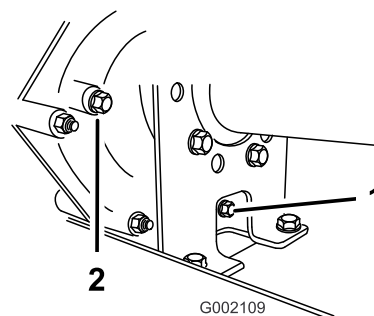
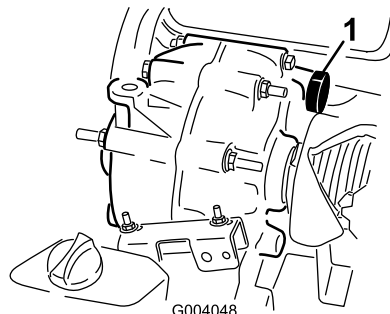

図 57
図 58
2. 補給口および排出口の周囲をウェスできれいにふき取る 図 57。
4. 補給プラグを左に回して抜きとる 図 57。
5. ドレンプラグを左に回して抜きとる 図 57。
6. ガスケットとドレンプラグを元通りに取り付ける 図 57。
7. 補給プラグ穴から、オイル溜め 図 58に、所定のトランスミッションオイル約 1.4 リットルを入れる。これで補給口のねじ山の下位置までオイルが入る 図 57。
8. ガスケットと補給プラグを元通りに取り付ける 図 57。
10. オイルの量を点検し、ねじ山の下位置より下がっている場合には適宜追加する 図 57。